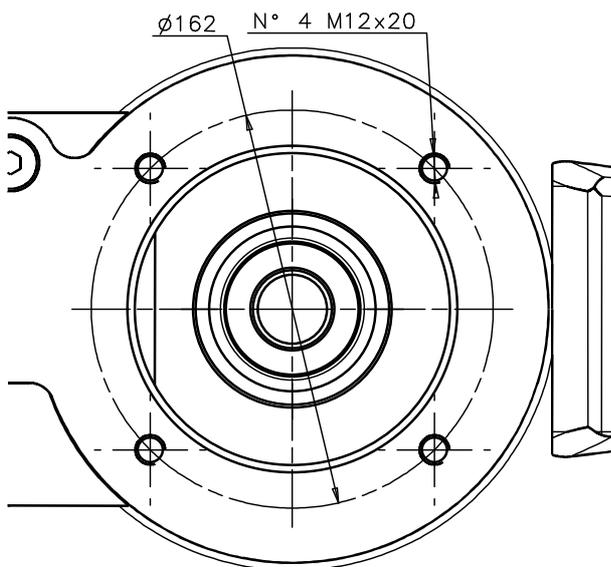

fig. 14
Nelle figure 14 e 15 è possibile vedere una parte specifica della connessione al motore idraulico: il riduttore viene fornito con un O-ring per la connessione al motore.
*Fig. 14 and 15 show the gearbox connection to the hydraulic motor: the gearbox is supplied with an O-Ring to be applied to the motor.*